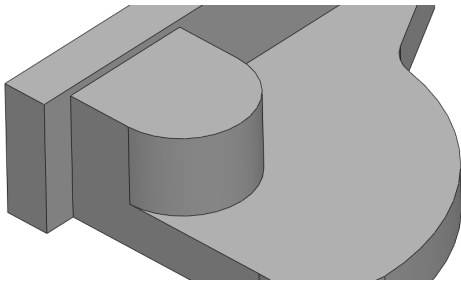

图 14-41 创建拉伸凸台特征
(7) 退出草图绘制环境,单击【拉伸凸台/基体】按钮,选择新绘制的草图,弹出【凸台-拉伸】属性管理器,设置【深度】为 30,单击【确定】按钮,即可创建拉伸凸台特征,效果如图 14-41 所示。